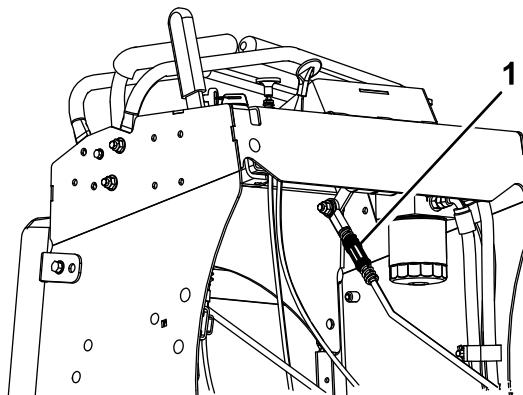

Figura 45
5. Gire la varilla de ajuste del lado izquierdo de la máquina (Figura 45).